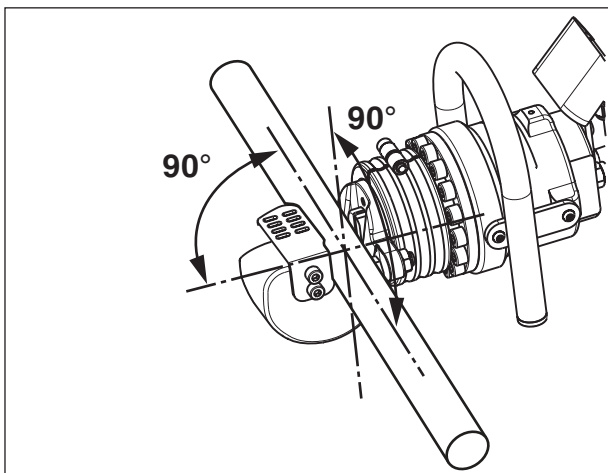

图 7，在切割头中放置切割材料
将切割材料放置在切断机刀片之间，使其与活塞轴垂直，如图 7 所示。这样能确保最佳的切割质量，同时使切断机的负载达到最少。
3. 将切割材料放置在固定刀片和移动刀片之间。确保切割材料与活塞轴垂直，如图 7 所示。如需获取更多信息，请参见第 8.5 节的说明。